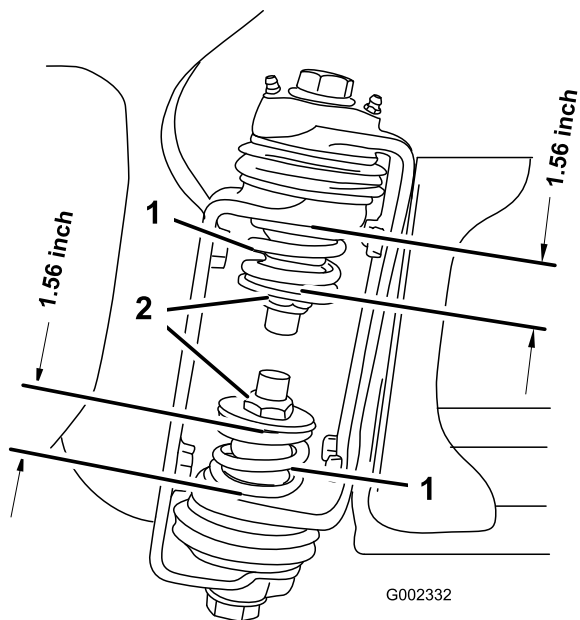

Рисунок 3
3. На шарнире стрелы измерьте степень сжатия верхней и нижней пружин, когда стрелы находятся в выдвинутом положении (Рисунок 3).